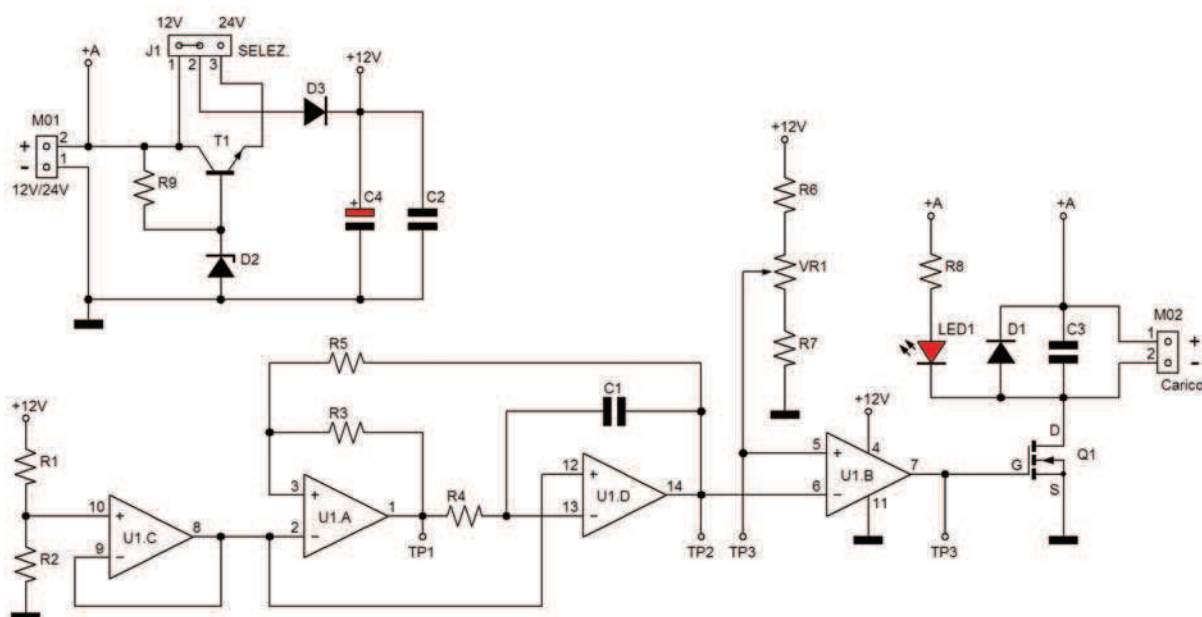
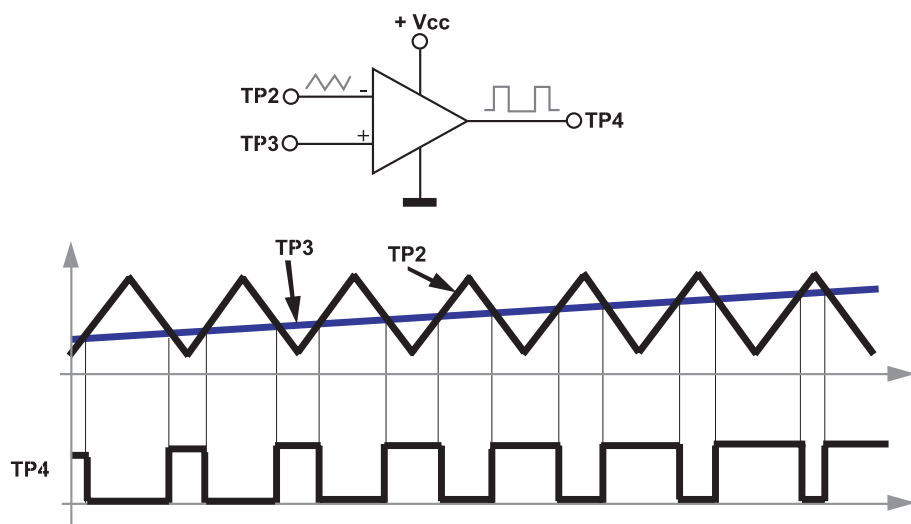

Figura 4 Schema elettrico del regolatore
Figura 7 Forme d'onda rilevabili sul circuito
Con riferimento al circuito di figura 4, gli operazionali U1A e U1D realizzano un generatore di onde triangolari con frequenza di circa 400 Hz. L'operazionale U1C genera una tensione di riferimento di 6 Volt, che funge da massa virtuale dell'oscillatore. Questa tensione è necessaria per poter utilizzare una singola alimentazione, invece che una alimentazione duale ( $\pm 12$  Volt). L'operazionale U1B è utilizzato come comparatore ed è la parte del circuito che genera gli impulsi a larghezza variabile. Il piedino 6 riceve una tensione variabile dal partitore formato da R6, VR1 e R7. Questa tensione è comparata con la tensione triangolare proveniente da U1D (piedino 14). Quando la tensione triangolare è più bassa di quella del partitore, allora U1B produrrà in uscita una tensione a livello alto; al contrario quando la tensione triangolare è più alta, l'uscita di U1B sarà a livello basso (circa zero volt). Variando con il potenziometro VR1 la tensione al piedino 5, si varia in su e in giù il punto di incrocio con tensione triangolare e si modula con continuità la larghezza dell'impulso (figura 7). Le resistenze R6 e R7 sono scelte in modo che la rotazione del potenziometro coincida con l'intera escursione dal fermo alla massima velocità. Il transistor MOSFET Q1 funge da
**2° prova:** con l'oscilloscopio confrontare la tensione in uscita dal piedino centrale del potenziometro (TP3) e l'onda quadra in uscita dal comparatore (TP4): si verifica che, all'aumentare della tensione su TP3, si ottiene un aumento della durata degli impulsi in uscita dal comparatore (figura 7).